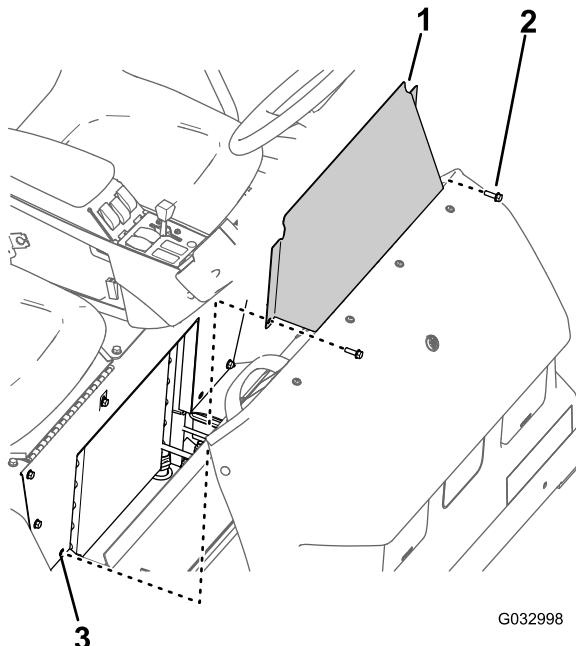

Figura 57
1. Retire los 2 pernos con arandela prensada que sujetan el panel de acceso de la base del asiento a la base del asiento (Figura 57).
2. Retire el panel de acceso de la base del asiento de la máquina (Figura 57).
3. Alinee los taladros del panel de acceso de la base del asiento con los taladros de la base del asiento (Figura 57).
2. Monte el panel de acceso de la base del asiento en la base del asiento con los dos pernos con arandela prensada (Figura 57) que retiró en el paso 1 de Retirada del panel de acceso de la base del asiento \(página 55\).
1. Alinee los taladros del panel de acceso de la base del asiento con los taladros de la base del asiento (Figura 57).